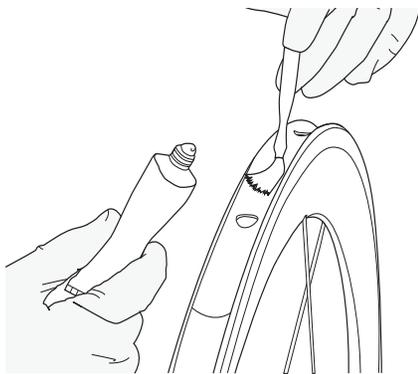

Figure 22. Appliquez une fine couche de colle sur le fond de pneu de la jante.
3. Avec la brosse pour acide, appliquez une fine couche de colle au fond de pneu de la jante, bord à bord, tout autour de la jante (Figure 22).